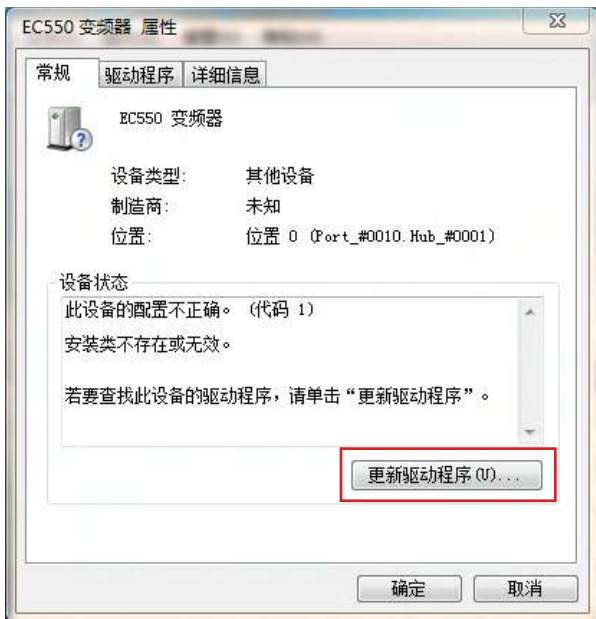

图 13-13 驱动程序属性
2) 通过上述操作可以出现图 13-13, 选择【更新驱动程序】